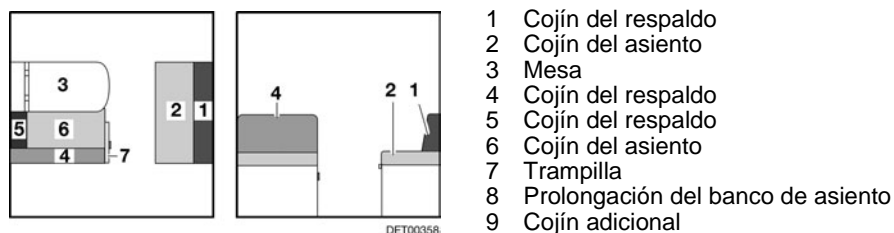

Fig. 99 Antes de la transformación
- Ampliar la mesa (Fig. 99,3) y transformarla en base de cama (véase apartado 7.7).
- Tirar del asidero y abrir la trampilla (Fig. 99,7).